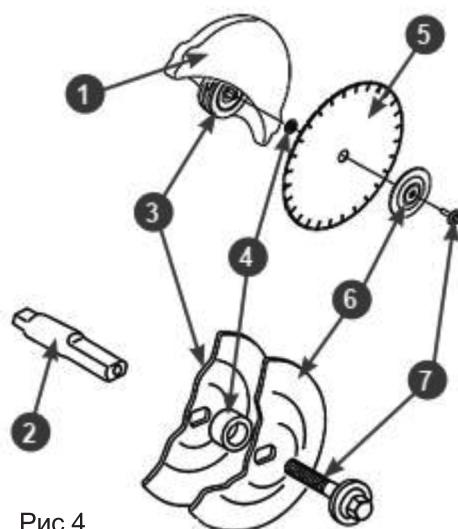
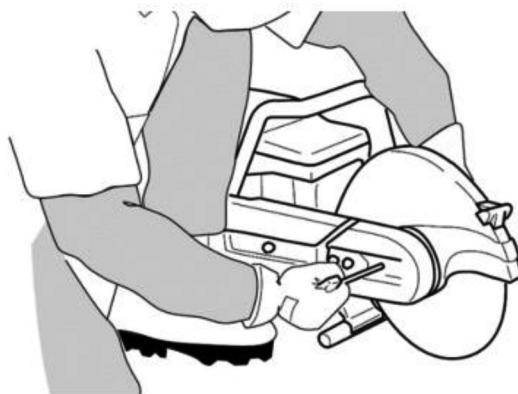

Рис.4
Рис. 6
2. Открутите болт 7 крепления, снимите прижимную шайбу 6 и переходник 4 (Рис. 4). Убедитесь, что переходник 4 на валу шпинделя 2 соответствует центральному отверстию отрезного диска 5 (Рис. 4).
#### Установка отрезного диска (Рис. 4)
4. Установите отрезной диск. Для этого поместите диск 5 на переходник 4 между внутренней шайбой 3 и прижимной шайбой 6 (Рис. 4). Установите болт крепления 7 (Рис. 4) отрезного диска, не затягивая его. Заблокируйте вращение диска. Вставьте стопор в отверстие режущего узла и поверните диск, пока он не зафиксируется (Рис. 6).
## **Блокировка вращения диска (Рис. 6)**